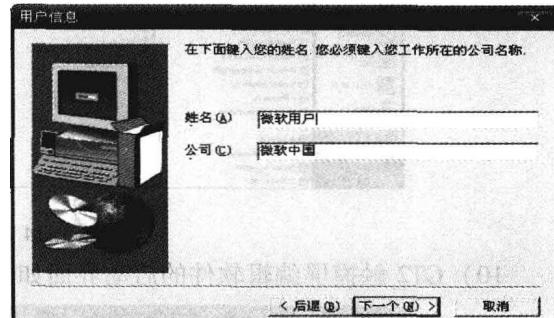
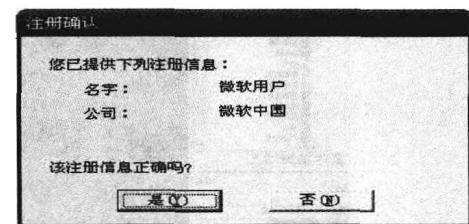
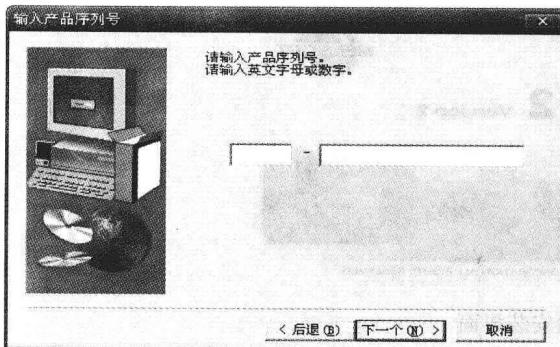

图 1-10 用户注册信息
图 1-11 注册信息确认
图 1-12 输入产品序列号
6) 单击“下一个”按钮以后出现如图 1-10 所示的界面，提示键入用户信息，这时可根据需要填写，并无特殊要求。单击“下一个”按钮出现如图 1-11 所示的用户信息确认界面。
7) 单击图 1-11 中的“是”按钮，出现如图 1-12 所示的界面，提示输入产品序列号。序列号信息，在相应光盘中会有一个命名为 SN.txt 的记事本文件，里面有相应的产品序列号，只需填写后单击“下一个”按钮即可。